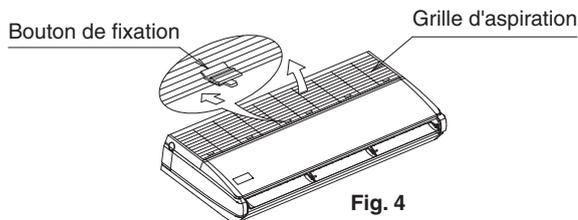

Fig. 4
- Faites glisser les boutons de fixation de la grille d'aspiration (type 35, 50 : 2 emplacements chacun, type 60 ~ 140 : 3 emplacements chacun) vers l'arrière (comme indiqué par la flèche) pour ouvrir en grand la grille d'aspiration. (Reportez-vous à la Fig. 4)